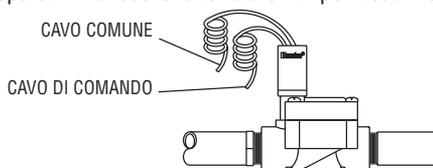

Fig. 1
1. All'altezza delle valvole raccordare il cavo comune ad uno dei capi del solenoide di ogni valvola (Fig. 1). Collegare al capo rimanente di ogni valvola i vari cavi di comando separati. Prevedere la tenuta e l'impermeabilità di tutti i raccordi.